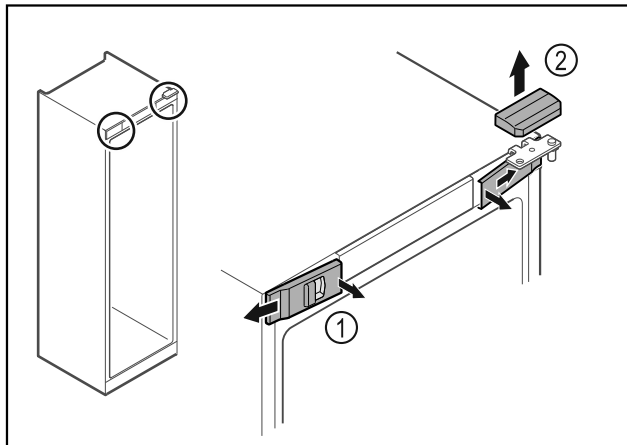

Fig. 7*
- ▶ Передние крышки Fig. 7 (1) освободите от фиксации с внутренней стороны и отведите в сторону.*
- ▶ Движением вверх снимите верхнюю крышку Fig. 7 (2).*